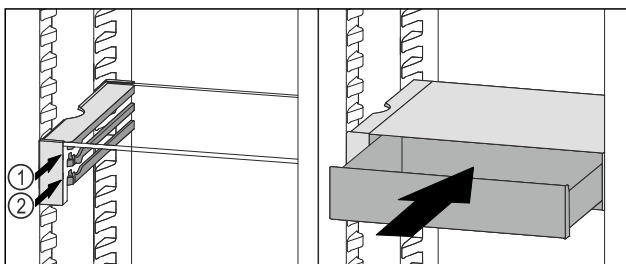

Fig. 178
- ▶ VarioSafe-Schubfach hinter den Stopperrn auf gewünschter Rippe *Fig. 178 (1)* oder *Fig. 178 (2)* aufsetzen.